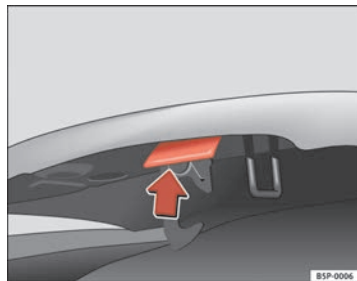

Fig. 176 Poignée d'ouverture sous le capot-moteur
- Appuyez sur la bascule sous le capot-moteur de manière à ce qu'elle soit orientée vers le haut ⇒ fig. 176. Le crochet de fixation est alors déverrouillé.